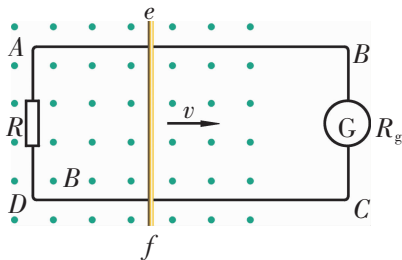

图 1-5-5
2. 如图 1-5-5 所示，导体棒  $ef$  沿着导轨面向右匀速运动。哪一部分是等效电源？哪一部分是外电路？分析闭合电路中电流的方向。